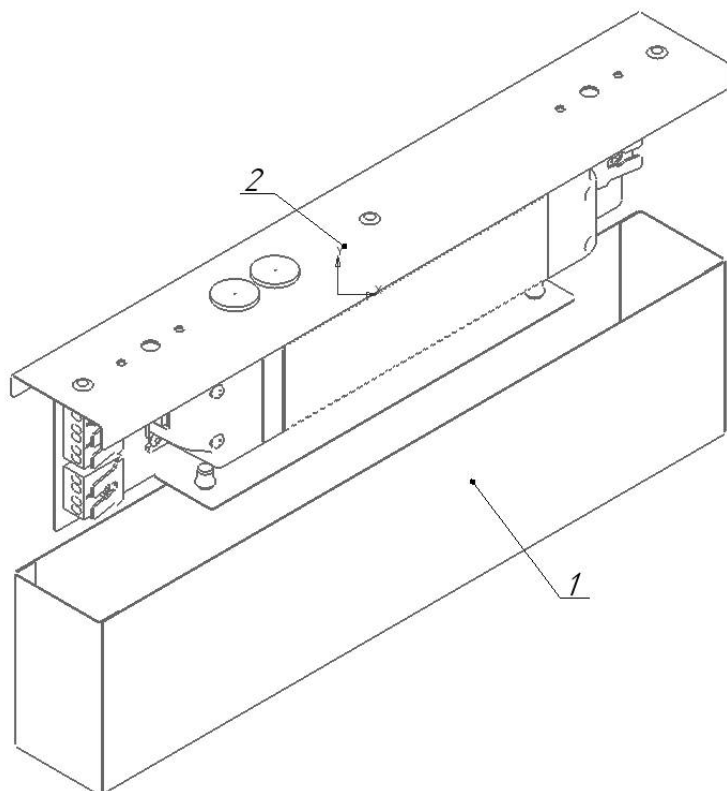

Рисунок 5 - Схема установки отсека источника питания светильника ДВО18
5.3.4. Снимите крышку отсека источника питания, открутив 2 винта (см. рис. 5).